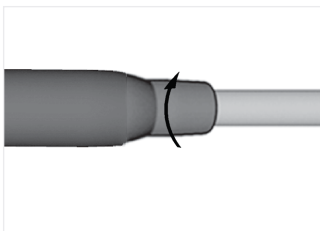

FIG. 3
4. Hold motoren fast, og skru slangens muffe helt på den bageste motortilslutning **FIG. 3**.